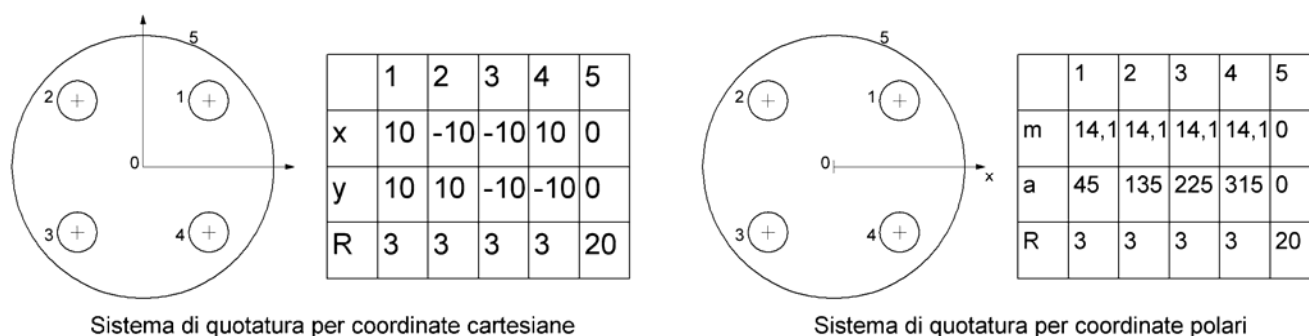

Fig. 2.65 - Esempi di quotatura per coordinate cartesiane e per coordinate polari.
- 5) Sistema di quotatura per coordinate. Questo sistema di quotatura si usa quando si hanno pezzi forati. Si fissa un sistema di riferimento e, per ogni elemento da quotare, si associa un numero di posizione che viene riportato in una tabella e correlato con i valori delle coordinate del centro del foro e con il valore del suo raggio (v. fig. 2.65).